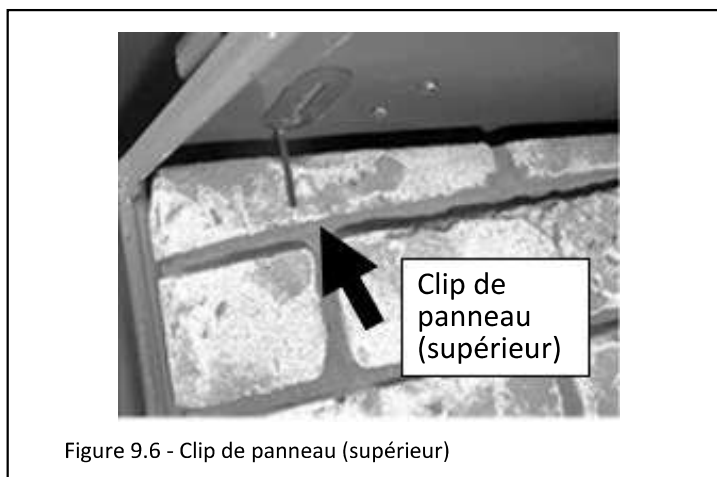

Figure 9.6 - Clip de panneau (supérieur)
2. Installez les panneaux latéraux en insérant d'abord le haut des panneaux pour les mettre en place. L'avant de chaque panneau doit appuyer sur le dessus de l'espaceur de panneau réfractaire. Fixez les panneaux avec les clips de panneau pliés précédemment (Figure 9.6).
3. Installez chaque panneau latéral en insérant d'abord le haut du panneau pour le mettre en place. Glissez le bas du panneau jusqu'à ce qu'il soit appuyé bien serré contre le côté de la chambre de combustion. Fixez chaque panneau avec les clips de panneau inférieur et (4) vis (fournies dans le kit).
4. Installez les clips de panneau supérieur déjà pliés (Figure 9.6).